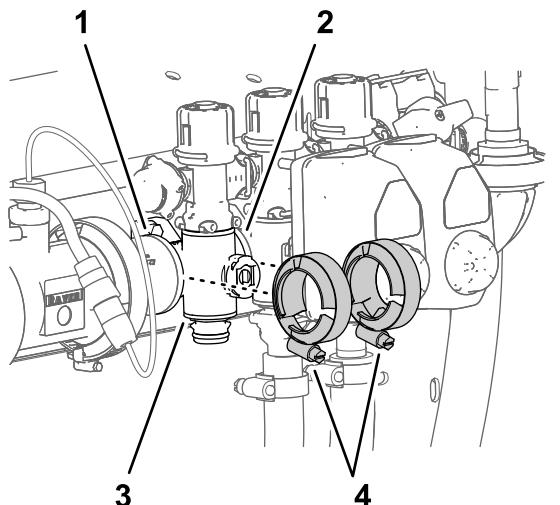

Figura 111
3. Retire las 2 bridas de fijación que sujetan el distribuidor de sección a las bridas de los componentes adyacentes (Figura 111).